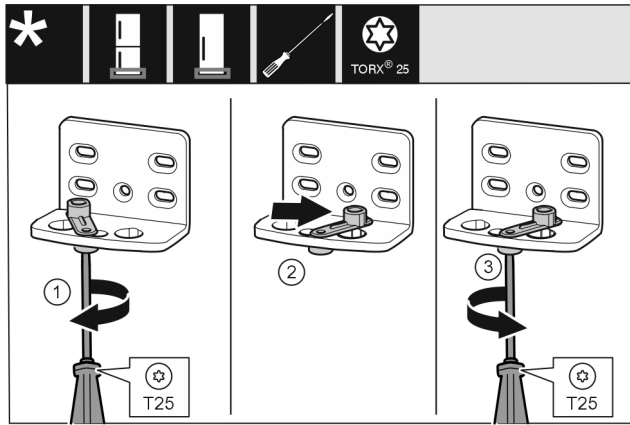

Fig. 23
- ▶ Visser la vis sans serrer avec un tournevis T25. Fig. 23 (1)
- ▶ Soulever le ressort de fermeture et le tourner de 90° à droite dans l'alésage. Fig. 23 (2)
- ▶ Serrer la vis avec un tournevis T25. Fig. 23 (3)